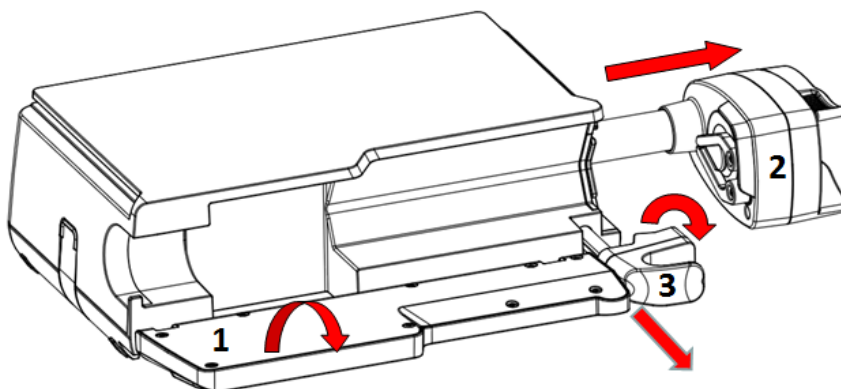

Рис. 13. Установка шприца. Шаг 1
1. Откройте дверцу насоса (1). Нажмите ручку толкателя (2) и вытяните толкатель до упора вправо. Затем потяните зажим цилиндра шприца (3) на себя до упора и поверните его вправо, как показано на рис. 13.